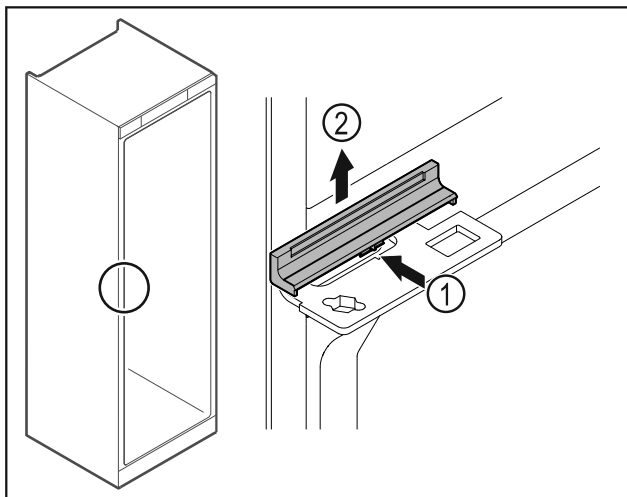

Fig. 43
- Šiek tiek įspauskite dengiamąją plokštelę Fig. 43 (1) viduryje ir nuimkite į viršų Fig. 43 (2).